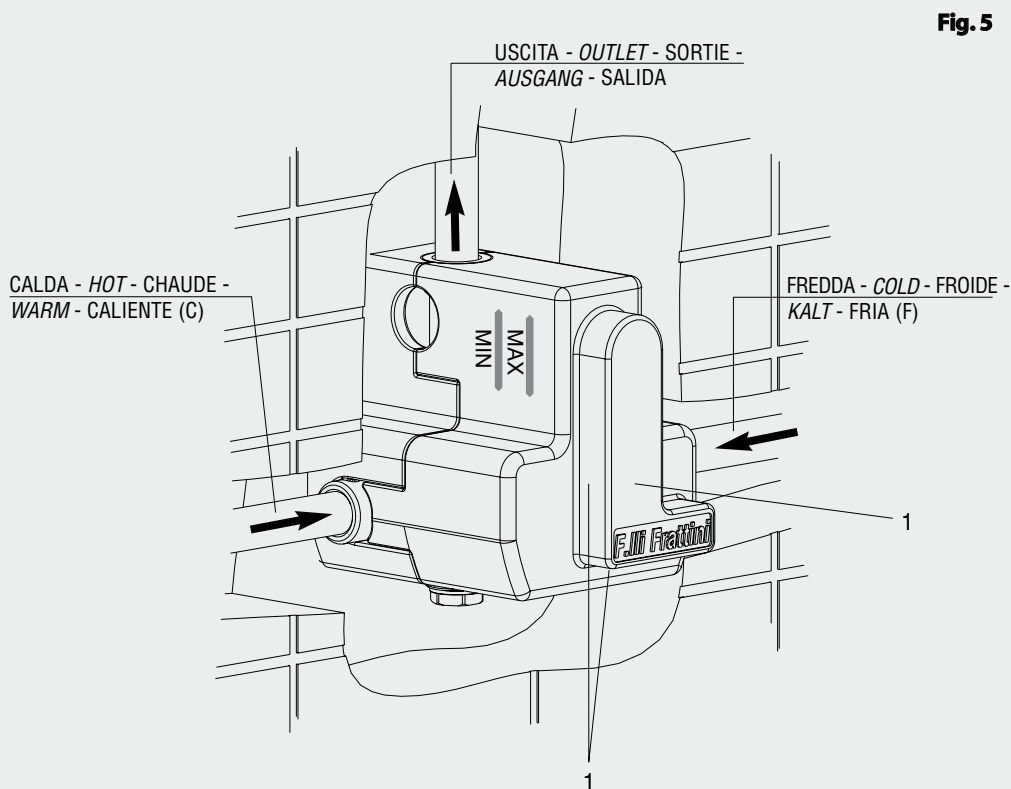

Fig. 5
Utilizzare le superfici **(1)** indicate in **Fig. 5** per un corretto posizionamento in bolla.
- *Use the surfaces **(1)** provided with the polystyrene protection, as shown in the **Fig.5** to obtain a correct position of the spirit level.*
- Installer le mitigeur avec sa protection en polystyrène en raccordant les tubes d'arrivés et de sortie. Faire attention aux limites d'encastre maximum et minimum indiqués sur la protection même. Utiliser les surfaces **(1)** indiqués en **Fig.5** pour obtenir la position correcte du niveau.
- *Der Mischer mit seinem Polystyrolschutz installieren, die Ein und Ausgang- Röhren verbinden. Den Maximum und Minimum Grenzen die auf den Schutz angezeigt sind, respektieren. Die Oberflächen **(1)**, wie im **Fig. 5** angezeigt, benutzen um die richtige Position des Niveaus zu erhalten.*
- Montar el mezclador e incluir las protecciones de polietileno conectando los tubos de entrada y salida, teniendo en cuenta el límite mínimo y máximo de encaje indicado sobre la misma protección. Utilizar las superficies **(1)** como en **Fig. 5** para una correcta posición del plano.